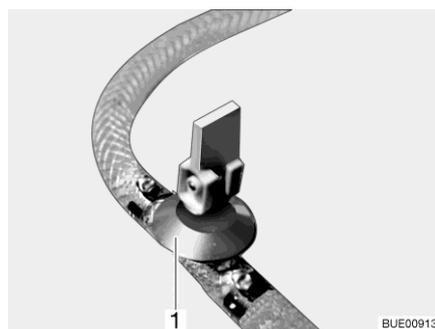
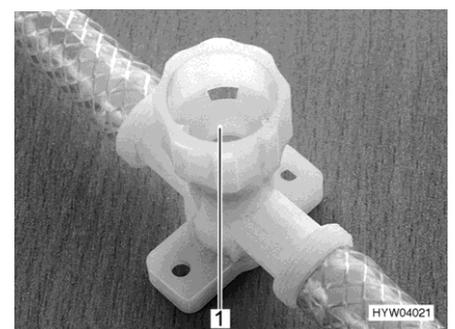

Fig. 250 Rubinetto di scarico (con leva a bilanciere)
Fig. 251 Rubinetto di scarico (con tappo a vite)
- Chiudere tutti i rubinetti di scarico. Mettere la leva a bilanciere del rubinetto di scarico (Fig. 250,1) orizzontale o chiudere il coperchio del rubinetto di scarico (Fig. 251,1) in senso orario.